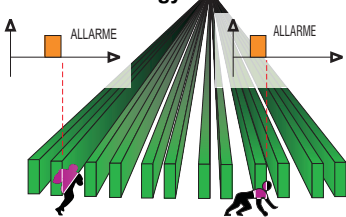

Fig.11
**Indicata** per installazioni che non presentano instabilità ambientali e che richiedono un'altissima capacità di rilevazione. (fig.11)